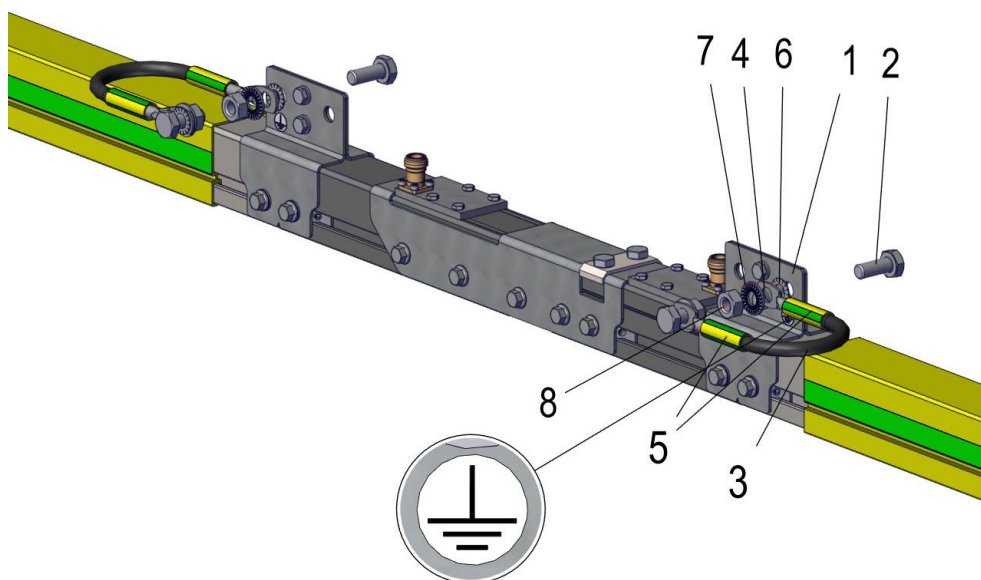

Abb. 47: PE-Leitung ist am ProfiDAT®-Profil angeschlossen
Das ProfiDAT®-Profil muss am Anfang des Systems mit der kundenseitigen PE-Leitung verbunden werden. Diese Leitung muss eine PE-Leitung sein und somit grün-gelb markiert sein (siehe Abb. 47). Der Leitungsquerschnitt kann durch den Kunden festgelegt werden, er muss mindestens entsprechend des halben Phasenstroms ausgelegt sein.
- Grün-gelben PE-Leiter (Mindestquerschnitt 25 mm2) anschließen (siehe Abb. 47).